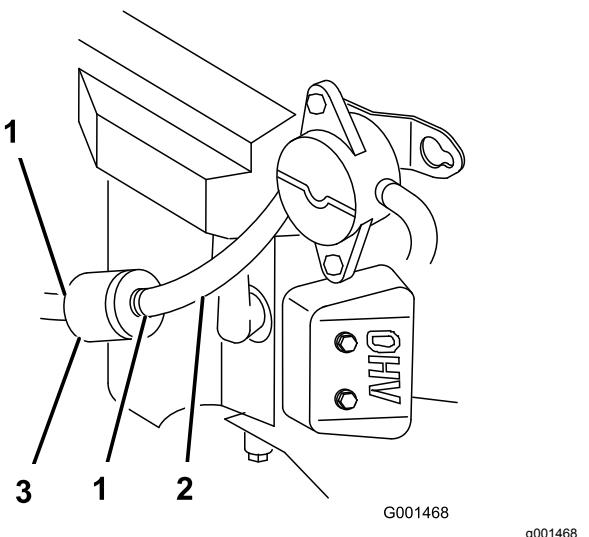

Figura 31
4. Premete le estremità delle fascette stringitubo ed allontanatele dal filtro (Figura 31).